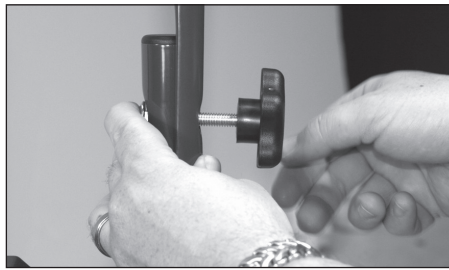

Figura 9 - Ensamblaje del mango
1. Deslice el ensamblaje del mango sobre las patas inferiores de la base del carro. Use la perilla estrella (que se proporciona) y los pernos para asegurar el mango a las patas (Ver Figura 9).